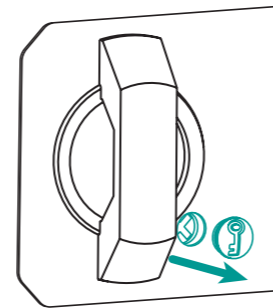

Рис. 5.2
- Снимите заглушку аварийного замка (5) см. Рис.5.2.